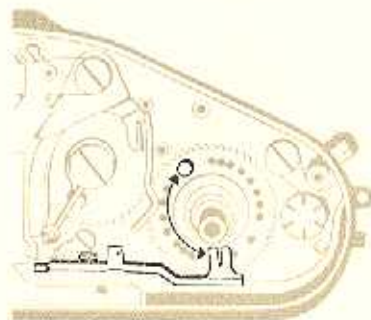

Abb. 1
d) Vorlaufaufzugsknopf wieder montieren. Dabei besonders beachten: Kurvenscheibe 300.27 – 11 muß mit der scharfen Kante nach oben liegen, Umstellstift 300.27 – 8 des Vorlaufaufzugsknopfes muß immer zwischen dem Justierlappen der Verbindungsstange 300.21 – 35 und dem Niet des Einstellrades 300.27 U 6 im markierten Sektor (s. Abb. 1) eingesetzt werden.